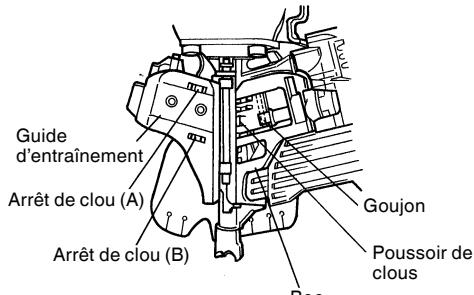

Fig. 22
- (2) Ouvrez le guide d'entraînement des clous et enlevez la poussière etc. (voir Fig. 22) Appliquez le lubrifiant sur la rainure de glissement de l'alimenteur de clous et du goujon. Contrôlez l'arrêt de clou (A) et (B) en les poussant les clous avec vos doigts.